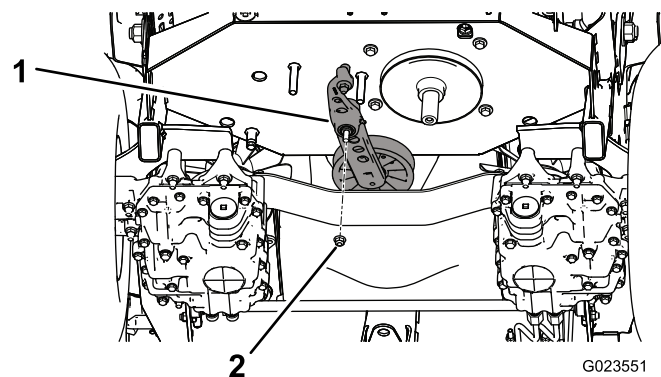

Figura 57
5. Rimuovete il dado che fissa il gruppo di tensione al telaio (Figura 57).